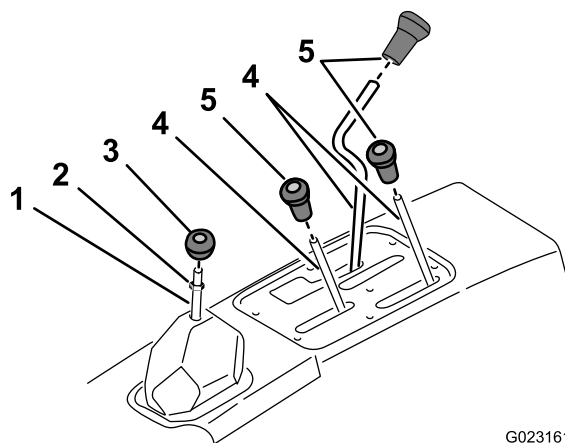

Рисунок 2
1. Отверните и снимите все рукоятки рычагов пульта и рычага переключения передач (**Рисунок 2**).
2. Снимите зажимную гайку с рычага переключения передач (**Рисунок 2**).